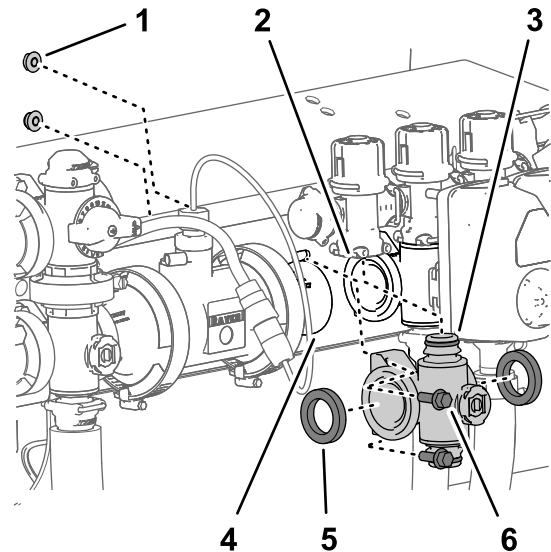
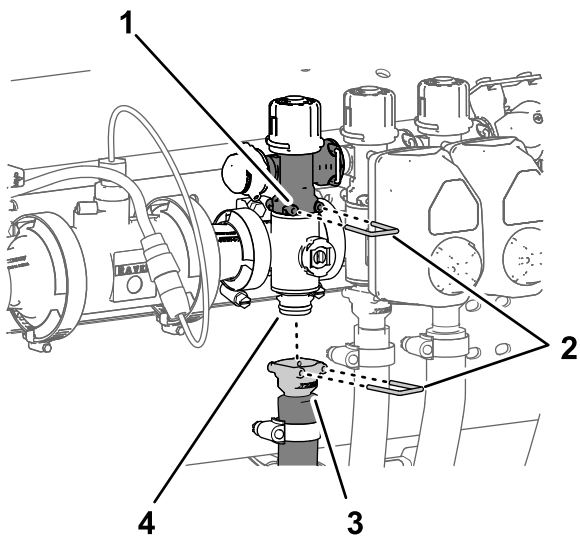

Figura 113
Figura 114
1. Alinhe as 2 juntas que removeu no passo Remoção da válvula do coletor de secção (página 81) com as flanges do coletor da válvula de secção (Figura 113).
2. Alinhe a flange do coletor da válvula de secção entre as flanges da outra válvula de secção e/ou adaptador de acoplamento (Figura 113).
3. Monte o encaixe de ligação rápida do coletor da válvula de secção na tomada de desligação rápida da válvula de distribuição da secção com um pino de ligação rápida (Figura 113 e Figura 114).
5. Para os coletores de válvula da secção esquerdo ou direito, monte o coletor da válvula de secção no suporte da válvula (Figura 113) com os 2 parafusos de cabeça flangeada (¼ pol. x ¾ pol.) e 2 porcas de bloqueio flangeadas
- Monte o acoplador de ligação rápida do tubo de secção na união de ligação rápida do coletor da válvula de secção com o pino de ligação rápida (Figura 114).